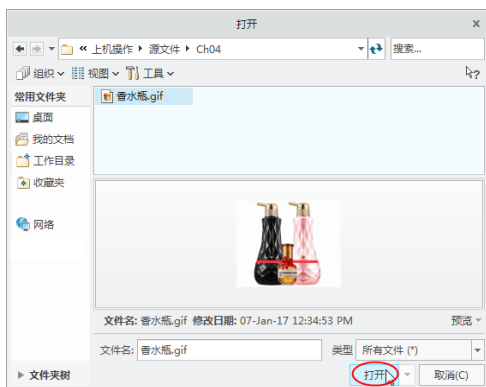

图 4-153 打开图像文件
- 随后通过“打开”对话框从本例源文件夹中打开“香水瓶.gif”文件。该图像将显示在图形区中，如图 4-153 所示。